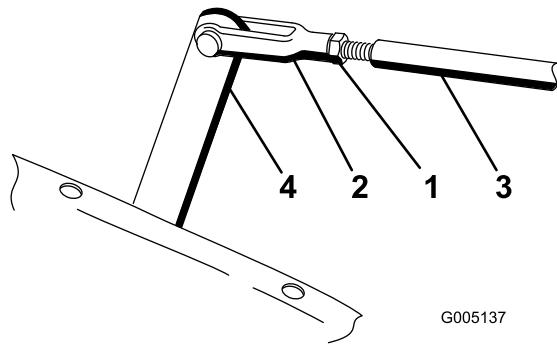

図 44
3. 調整レバーを手で動かして、芝刈りペダルと上昇ペダルと同じ高さにそろえる。また、ヨークの穴と調整レバーの穴が整列するようにヨークを調整する（図 44）。